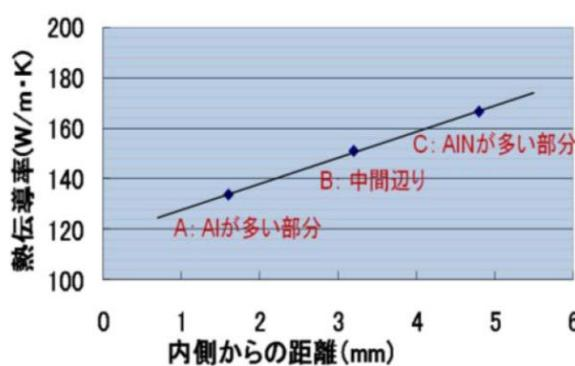

図1 定常熱流法によるAl／AlN傾斜機能材料の熱伝導率
- ▶ 定常熱流法は、熱伝導率の物理的な定義に忠実な測定法であり、他法に比べ、密度等の測定は必要なく、熱伝導率の絶対値を求めることができる。Al/AlN の傾斜機能材料を測定した結果を図1に示す。